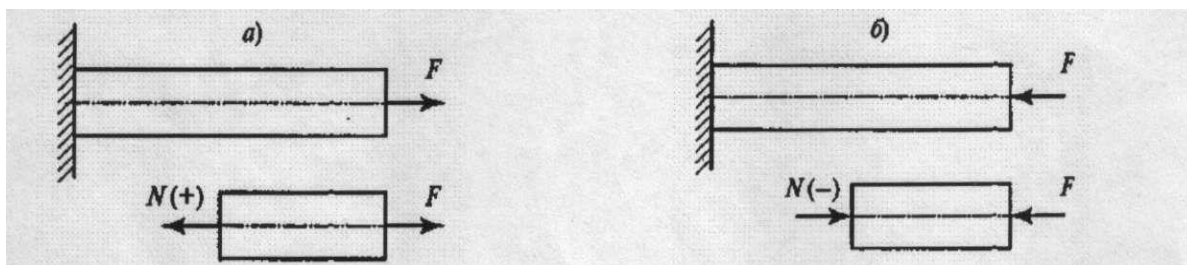

Рис.2
**Правило знаков для продольных:** при растяжении продольная сила положительна, при сжатии – отрицательна (рис. 2).